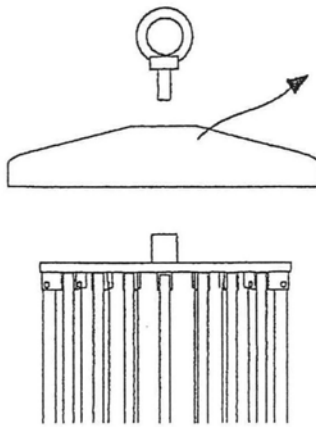

Fig. 10
- Top Scheibe entfernen (Fig. 10).